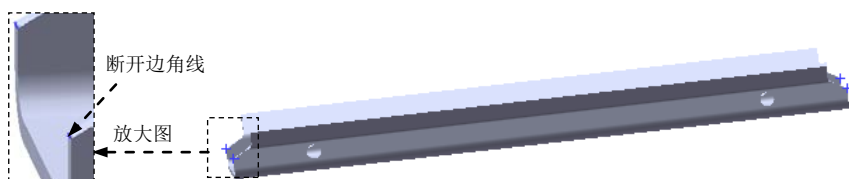

图 13.3.12 断开边角线
(2) 定义折断边角选项。激活 **折断边角选项(B)** 区域的  , 选取图 13.3.12 所示的各边线